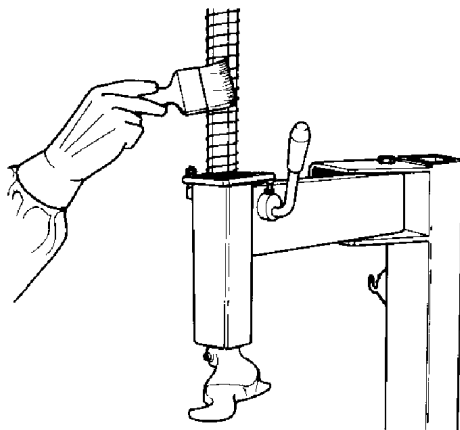

Fig. 6.0-1
A. Nettoyer périodiquement la tige hexagonale avec un détergent liquide non inflammable. Lubrifier avec de l'huile (Fig. 6.0-1).